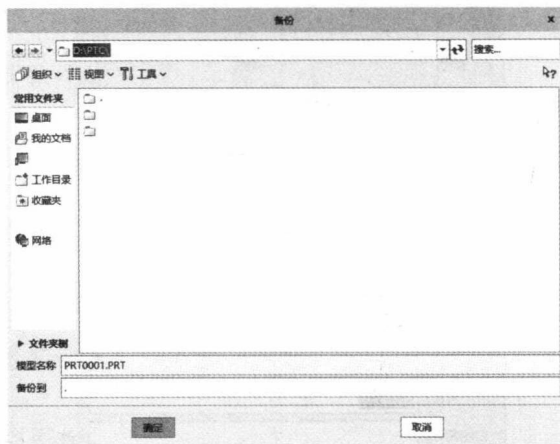

图 1-11 【备份】对话框
② 单击【保存备份】命令，弹出【备份】对话框，如图 1-11 所示。在【备份】对话框中定义当前模型备份文件的存储路径，单击【确定】按钮完成备份的创建。